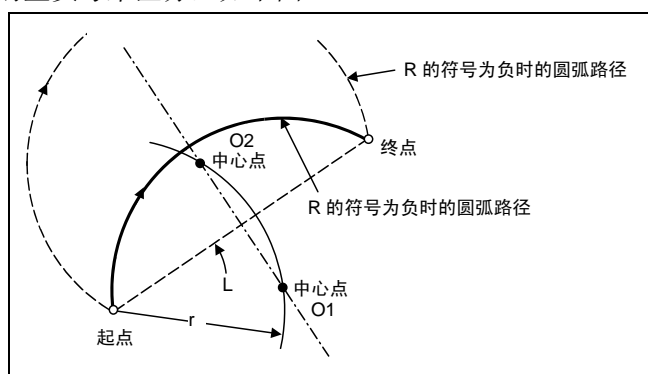

图 6-9 R 值指定两个圆弧示意图
(4) 因“终点坐标”+“半径 R”实际上存在两个不同的圆弧, 因此需要使用 R 的正负号来区分, 如下图 6-9。